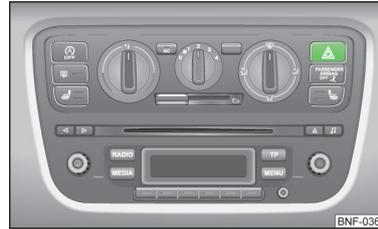

Fig. 38
- > Press the button **!** » Fig. 38.